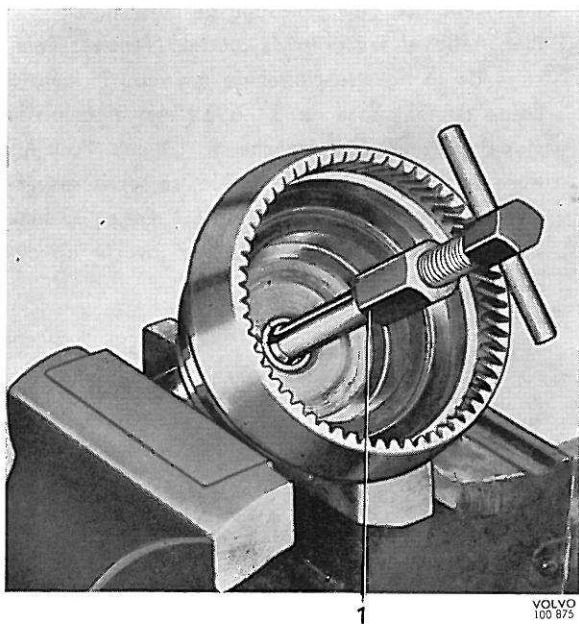

Fig. 17. Démontage du roulement à aiguilles, arbre de sortie
7. Enlever le circlips (36) (pour nouveau modèle) et le déflecteur d'huile (35) qui maintiennent la roue libre dans l'arbre de sortie. Sortir les différentes pièces de la roue libre. Enlever la rondelle de butée (32). En cas de nécessité, retirer le roulement à aiguilles (31) de l'arbre de sortie en se servant de l'extracteur SVO 2423, voir Fig. 17. Extraire le roulement de l'arbre de sortie, en se servant de préférence d'un extracteur.